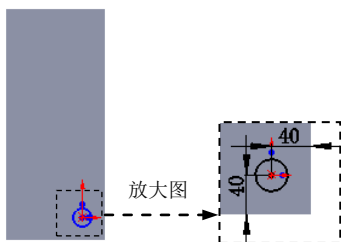

图 17.9.40 横断面草图
(4) 编辑草图, 如图 17.9.40 所示, 退出草图环境。